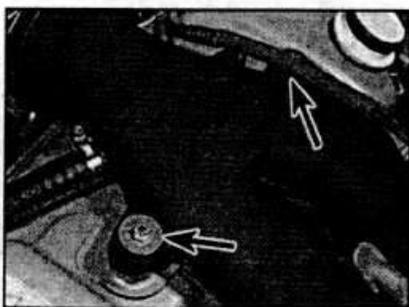

Рис. 4С.2. Расположение болтов крепления трубки системы подачи воздуха к крышке головки.
- Отвинтите 2 болта крепления и снимите трубку системы подачи воздуха в двигатель с крышки головки (см. рис. 4С.2).